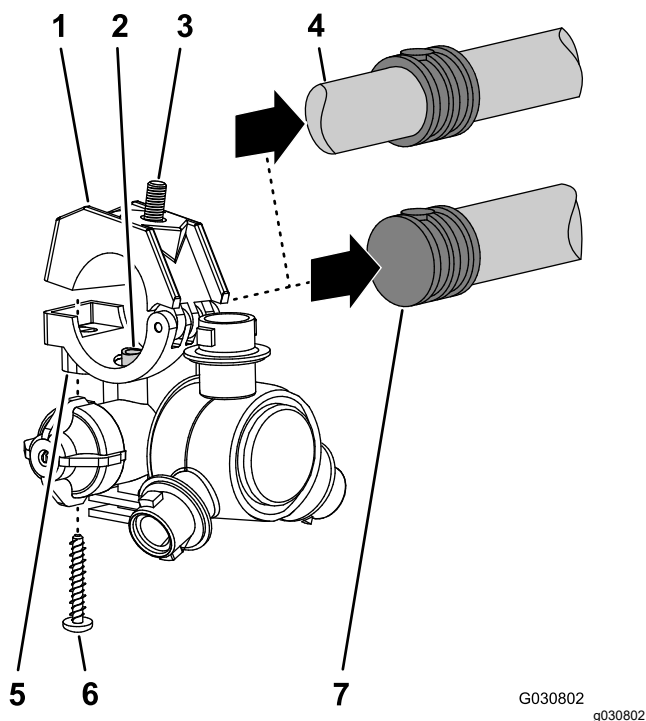

Рисунок 123
5. У 8 распылительных сопел, снятых при выполнении пункта 1, отверните винты из нержавеющей стали (№ 12 x 1 1/4 дюйма), которые крепят верхние половины зажимов и хвостовики двухсторонних или односторонних шланговых штуцеров типа «елочка» (3/4 дюйма) к корпусу каждого распылительного сопла, и снимите хвостовики штуцеров типа «елочка» (Рисунок 123).